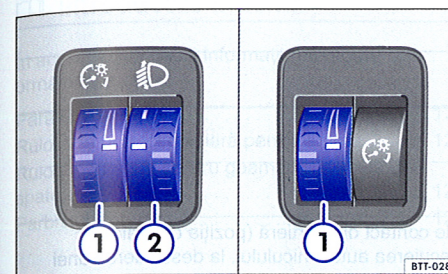

Fig. 88 Lângă volan: butonul de reglare pentru iluminarea instrumentelor și comutatoarelor ①, precum și reglarea fasciculului farurilor ②.
① Iluminarea instrumentelor și comutatoarelor
Când luminile sunt aprinse, intensitatea iluminării instrumentelor și comutatoarelor se poate regla liniar prin rotirea butonului de reglare ⇒ fig. 88 ①.
② Reglarea fasciculului farurilor (pe înălțime)